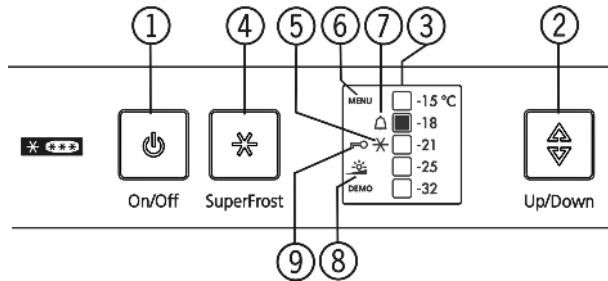

Fig. 3
- Symbol SuperFrost Fig. 3 (5) miga razem ze wskaźnikiem temperatury.